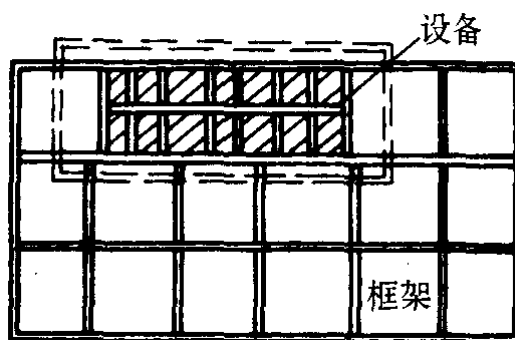

图 18—79 活动地板面层安装
(10) 在所有支座柱和横梁构成的框架成为一体后,应用水平仪抄平.然后将环氧树脂注入支架底座与水泥类基层之间的空隙内,使之连接牢固,亦可用膨胀螺栓或射钉连接。
(11) 在横梁上铺放缓冲胶条时,应采用乳液与横梁粘合.当铺设活动地板块时,从一角或相邻的两个边依次向外或另外两个边铺装活动地板。为了铺平,可调换转动活动地板块位置,以保证四角接触处平整、严密,但不得采用加垫的方法。
(12) 当铺设的活动地板不符合模数时,其不足部分可根据实际尺寸将板面切割后镶补,并配装相应的可调支撑和横梁。支撑方法有三种,见图 18—80 (a)、(b)、(c)。